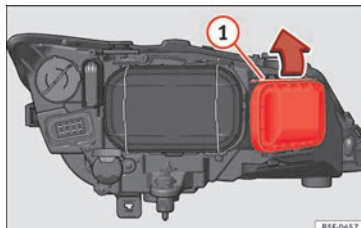

Fig. 106 Lâmpada das luzes indicadoras de mudança de direção.
- Desloque o tirante » **Fig. 106 ①** no sentido da seta e puxe a tampa.